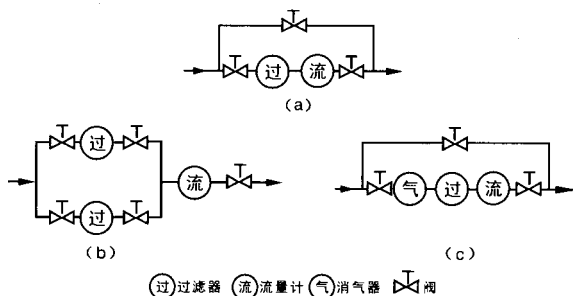

图 9 管道安装形式（示意图）
- a. 流量计管道安装形式如图 9 所示。
为了便于使用和对仪表进行检修，并保证修理时管道中流体不致中断，安装流量计时应加装旁通管道，如图 9(a)所示。如果流体中杂质较多，要经常清洗过滤器，为了不影响流量计工作，可以并联安装两只过滤器，轮流清洗、使用，管道形式如图 9(b)所示。图 9(c)为安装了消气器的形式。如果要求不中断管道的流量计量或最大流量较大，可以并联安装两台或两台以上的流量计，每台流量计各自按照图 9 所示形式安装，旁通管道可以共用。